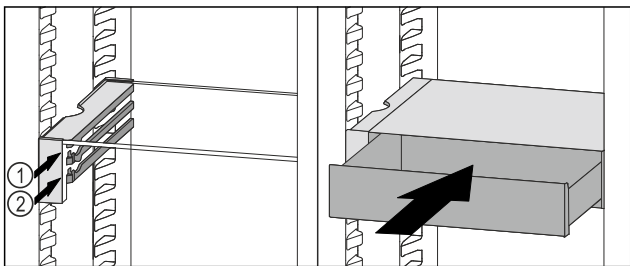

Fig. 94
- ▶ Поставете чекмеджето на VarioSafe зад ограничителите върху желаното ребро Fig. 94 (1) или Fig. 94 (2).